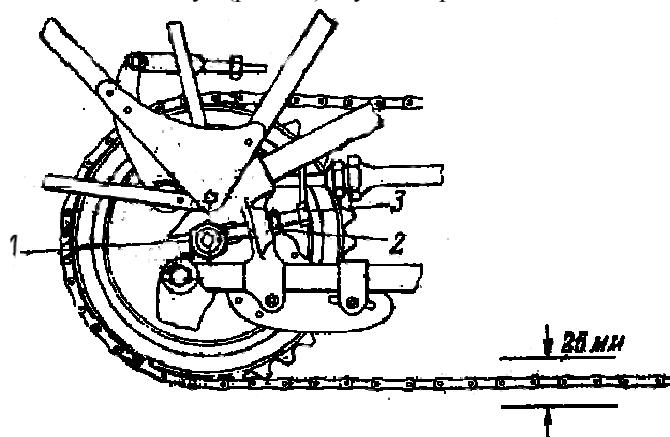

Рис. 43 Регулировка натяжения задней цепи:
3. Ослабить гайку 1(рис. 43) втулки тормозного диска.